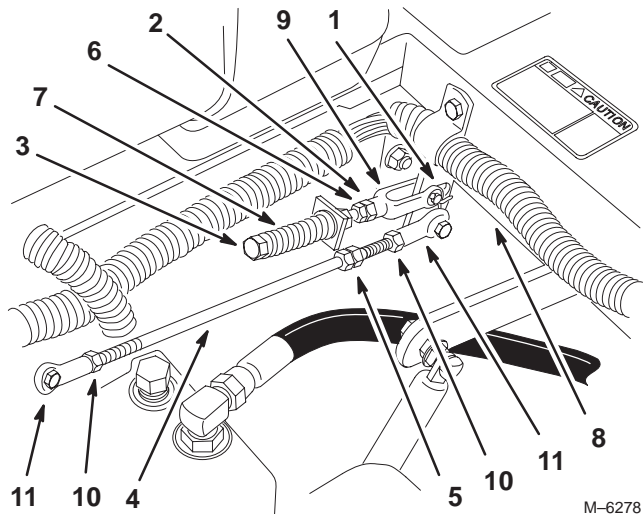

Figure 54
5. Placez le levier au point mort, **sans le verrouiller** (Fig. 54).
6. Tirez ensuite le levier en arrière jusqu'à ce que l'axe de chape (situé sur le bras au-dessous de l'axe de pivot) touche l'extrémité de la fente (c.-à-d. commence juste à appuyer sur le ressort) (Fig. 54).
8. Si un réglage s'impose, desserrez l'écrou et l'écrou de blocage vissés contre la chape (Fig. 54).
10. Serrez l'écrou et l'écrou de blocage (Fig. 54).
1. Desserrez les contre-écrous sur les rotules de la tige de commande de la pompe (Fig. 54).
3. Réglez la longueur de la tige de pompe en tournant les doubles écrous dans le sens voulu, jusqu'à ce que la roue soit immobilisée ou tourne légèrement en marche arrière (Fig. 54).
6. Serrez les contre-écrous contre les rotules (Fig. 54).